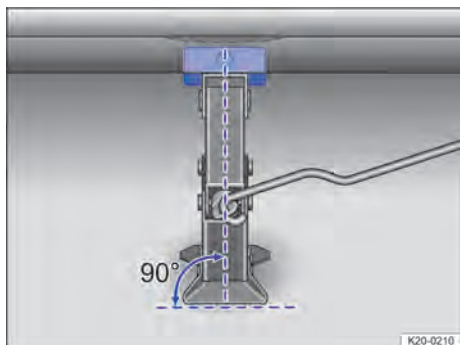
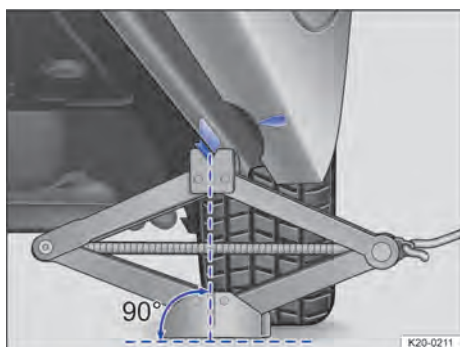

Fig. 226 Orientation correcte du cric
Fig. 227 Orientation correcte du cric
4. Assurez-vous que toute la surface du pied du cric est bien en contact avec le sol et que le pied du cric se trouve exactement sous le point de prise → fig. 226 et → fig. 227.
5. Orientez le cric tout en continuant à déployer sa griffe jusqu'à ce que celle-ci enserre le point de prise du cric situé sous le véhicule → fig. 227.
- Placez le cric uniquement aux points de prise indiqués. La griffe du cric doit saisir le talon du bas de caisse → fig. 227.